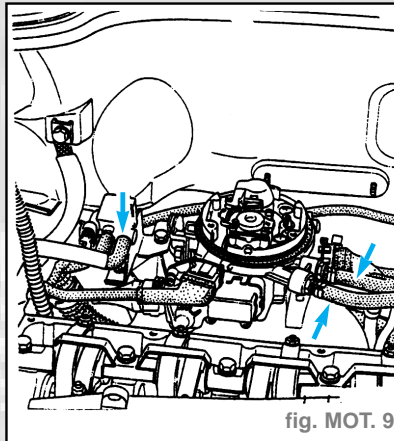

fig. MOT. 9
- les durits d'essence, de pression absolue et du canister (fig. MOT. 9).